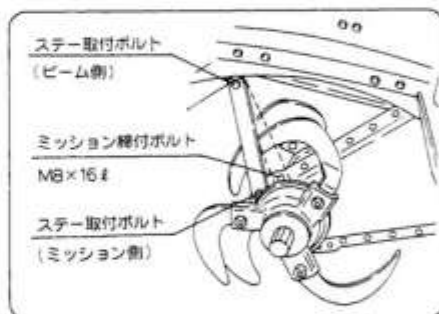

図57
- 2 ステア取付ボルト(ビーム側)をゆるめてください。(図57)
- 3 ステア取付ボルト(ミッション側)のボルトを取外してください。(図57)
- 4 ミッション締付ボルト(M8×16 ϕ)を外してください。(図57)